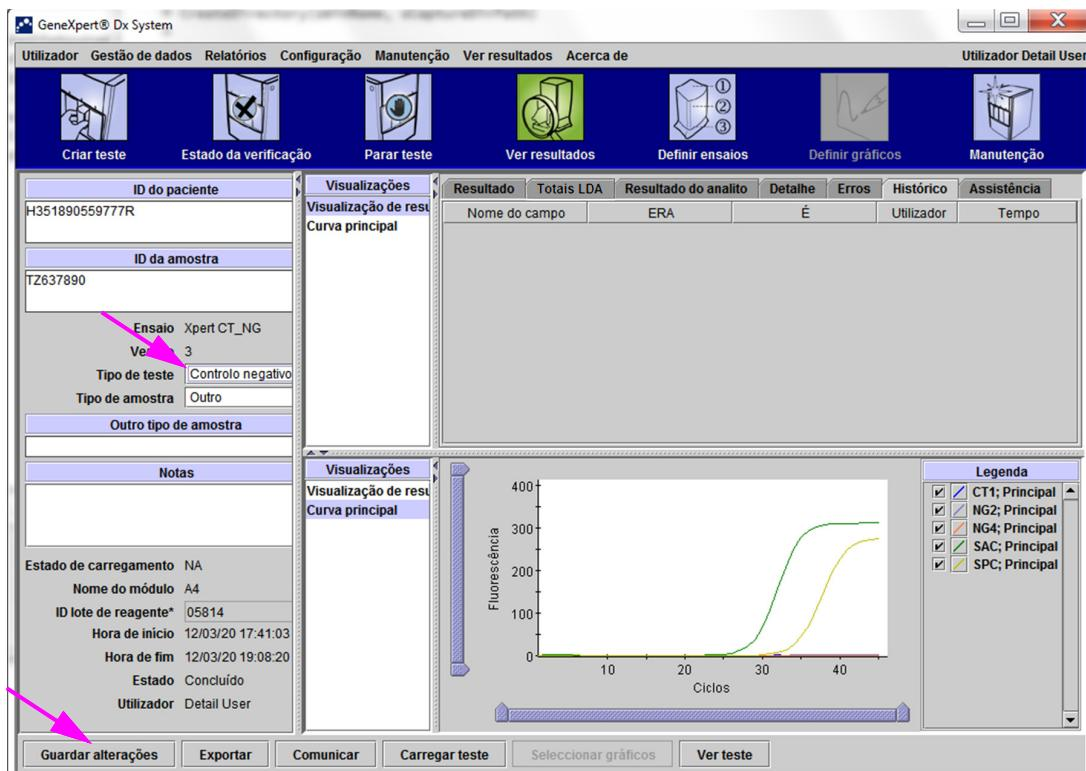
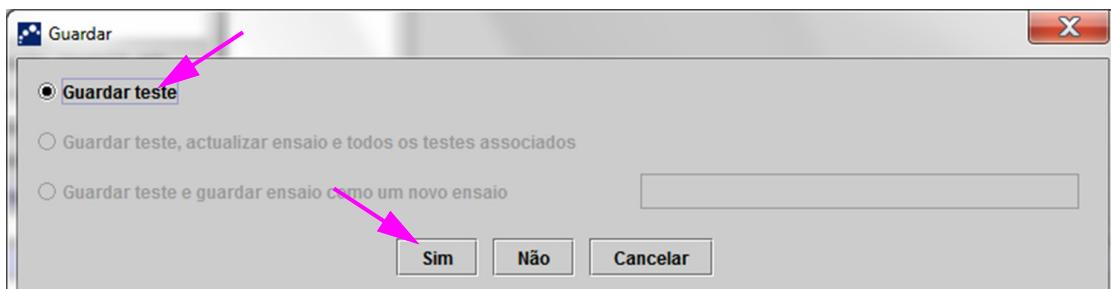

Figura 5-50. Janela Ver resultados do GeneXpert Dx – Tipo de teste alterado
Figura 5-51. Caixa de diálogo Guardar
3. Altere o tipo de teste para controlo negativo conforme mostrado na figura 5-50.
4. Clique no botão **Guardar alterações**, localizado na parte inferior da janela Ver resultados (consulte a figura 5-50). É apresentada a caixa de diálogo **Guardar teste**. Consulte a figura 5-51.